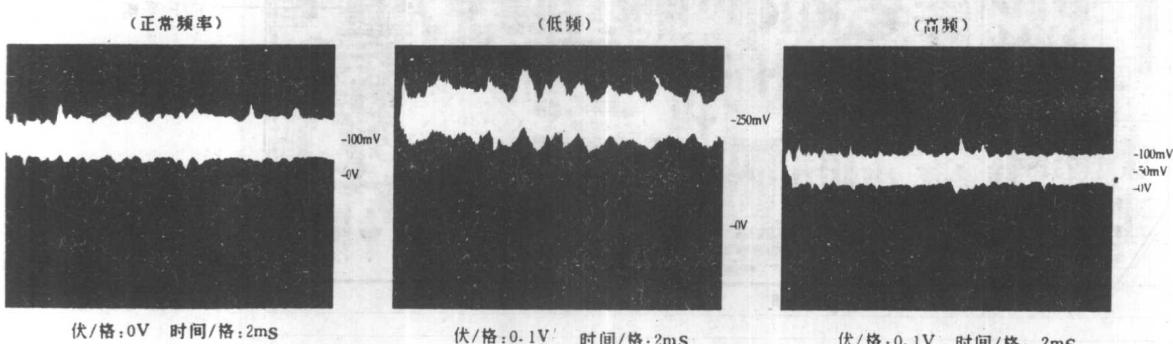

图 1.3.3 聚焦增益调整波形
- (1) 将示波器接地端子接到 WCW16 的 VREF 点，测试正端接到 WCW16 的 FE 点。
- (2) 装入测试光碟并播放。
- (3) 在光碟播放中，调整图 1.3.1 中的聚焦增益 WVR3，使波形如图 1.3.3 所示。